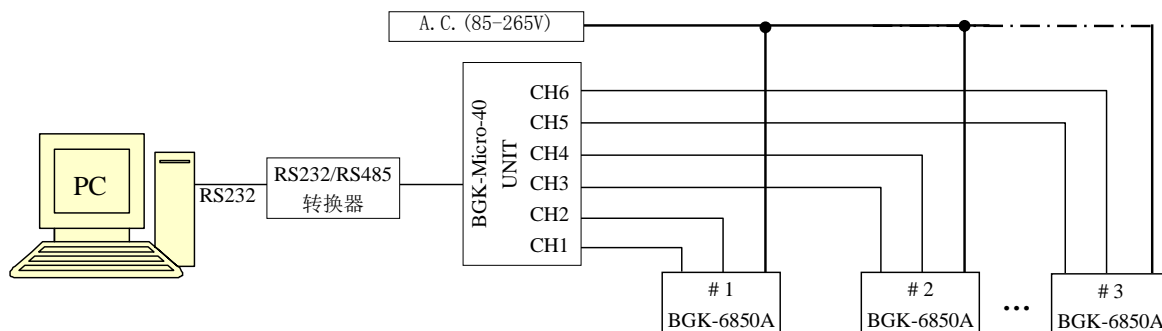

图 14 使用 BGK-Micro-40 测量单元测量模拟量信号
- b. 采用 BGK-Micro-40 测量单元（或其它数据采集系统）来实现模拟量数据的自动采集。采用测量单元进行远程测量时，每台坐标仪需接入 2 个通道（“X”轴方向占用一个通道，“Y”轴方向占用一个通道），如图 14。